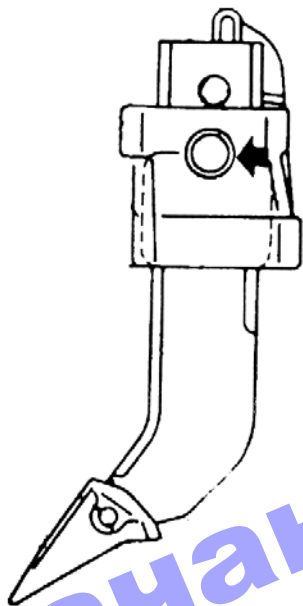

Рис. 7-9.
7.7 Регулировка глубины рыхления (Рис. 7-9)